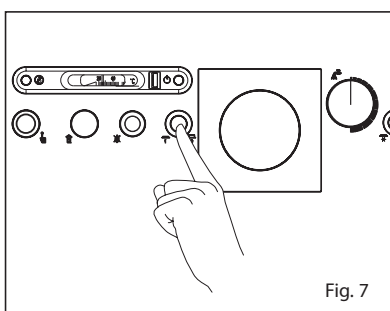

Fig. 7
3.2.1 Kedlens tænding (fig. 7)
3.2.5 Kedlens slukning (fig.7)